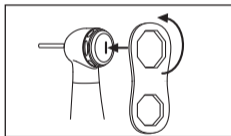

Fig. 36
- ➌ Placez la clé appropriée sur le capuchon de la tête, puis tournez la clé dans le sens inverse des aiguilles d'une montre pour desserrer le capuchon. Retirez le capuchon (Fig. 36).